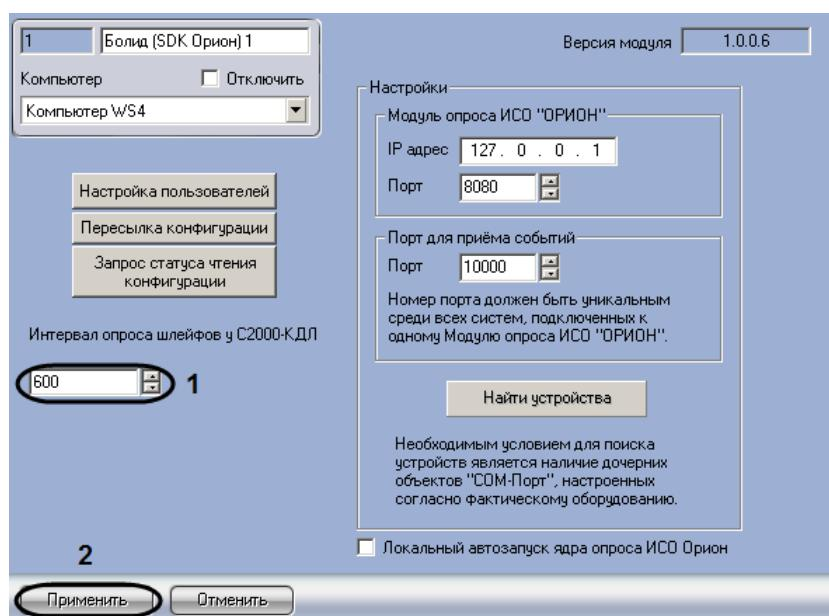

Рис. 3.3—10 Задание интервала опроса для шлейфов контроллера C2000-КДЛ
- Перейти на панель настроек объекта **Болид (SDK Орион)** (Рис. 3.3—10).
2. В поле **Интервал опроса шлейфов у C2000-КДЛ** ввести с помощью кнопок **вверх-вниз** интервал опроса шлейфов всех контроллеров *C2000-КДЛ*, зарегистрированных в системе, в миллисекундах (см. Рис. 3.3—10, 1).